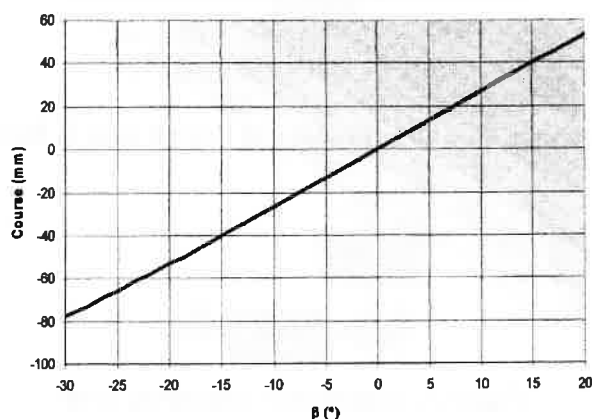

Figure 4 : Évolution de la course du vérin en fonction de β
c. La Figure 4 représente l'évolution de la course en fonction de β . Elle autorise une représentation linéaire de la forme $\beta = K \cdot c$ avec β en radians et c en mètres. Déterminer graphiquement K .